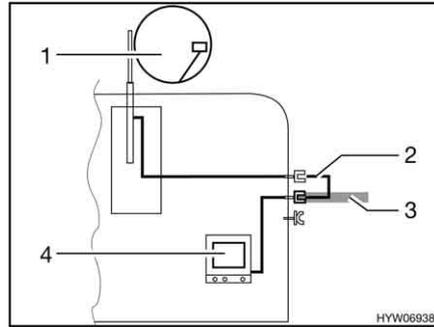

Fig. 121 TV nel veicolo
- TV nel veicolo (Fig. 121,4): Collegamento all'antenna del tetto (Fig. 121,1) con cavo di collegamento (Fig. 121,2)
- TV nel veicolo (Fig. 121,4): Collegamento a antenna esterna (Fig. 121,3)